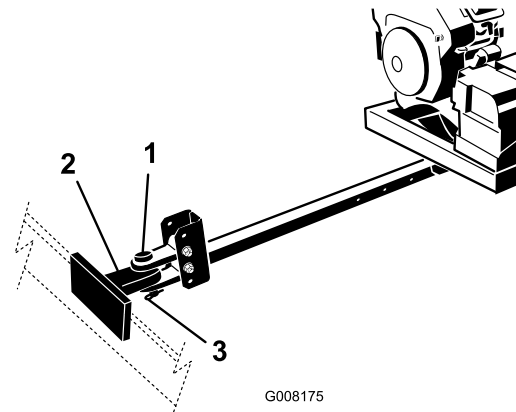

Figura 8
4. Conecte la horquilla de enganche del soplador al enganche del vehículo de remolcado con un pasador de enganche y un pasador de seguridad (Figura 8).